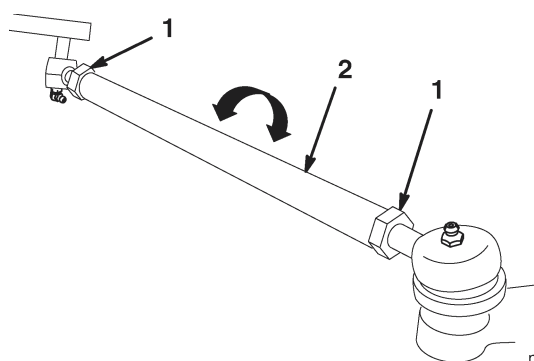

Figure 27
3. Si la valeur diffère de plus de 6 mm, desserrez les écrous de blocage à chaque extrémité des biellettes (Fig. 27).